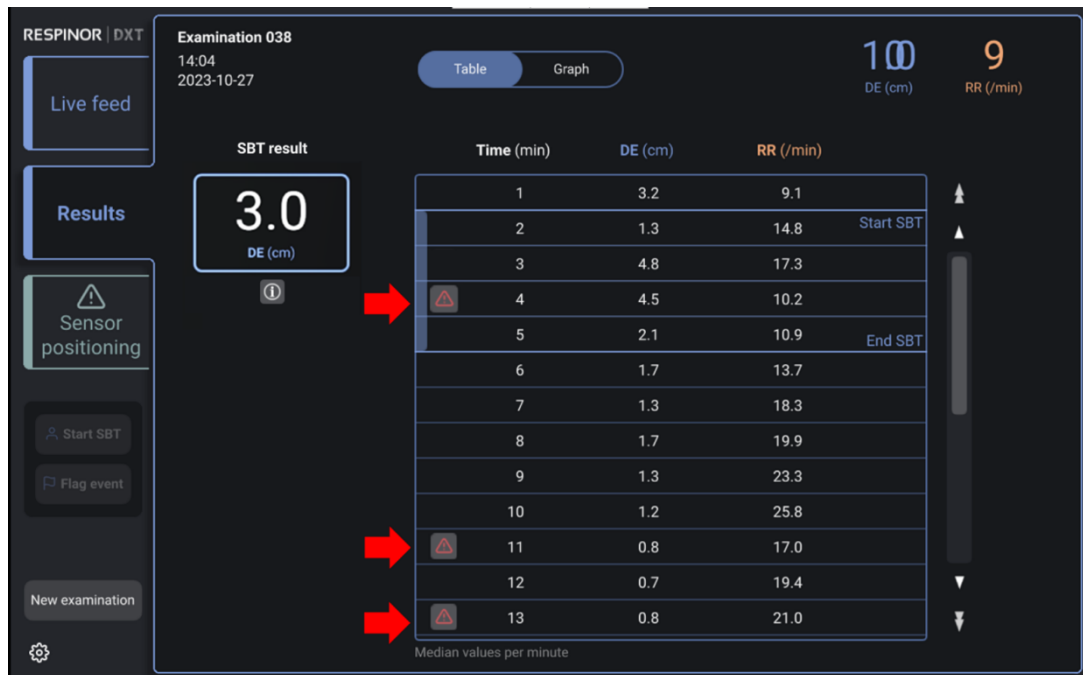

Abbildung 27. Warnmeldungen in der Tabellenansicht der Ergebnisse.
- Dies wird durch ein Warnsymbol (  ) auf der linken Seite der Tabelle angezeigt, wie durch die roten Pfeile in Abbildung 27 dargestellt.